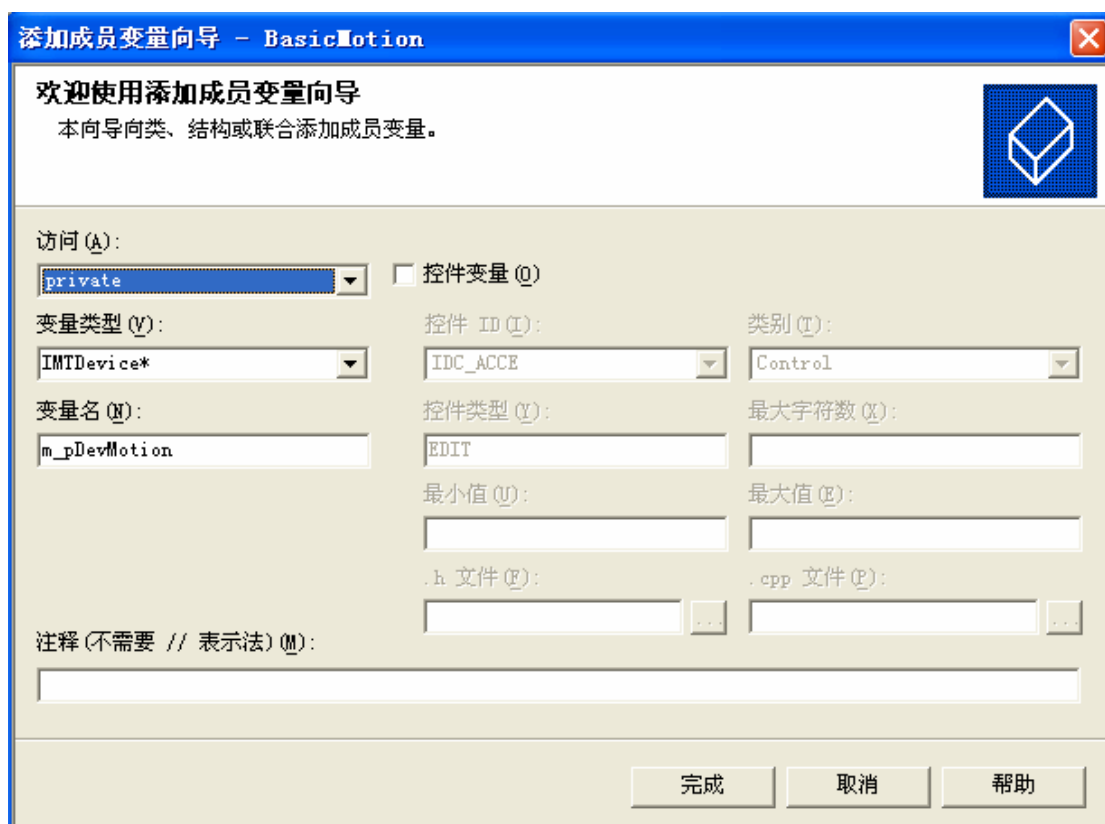

图 23 添加成员变量向导
1、选择类视图，点击鼠标右键->添加->添加变量，如定义运动接口设备，如图 23